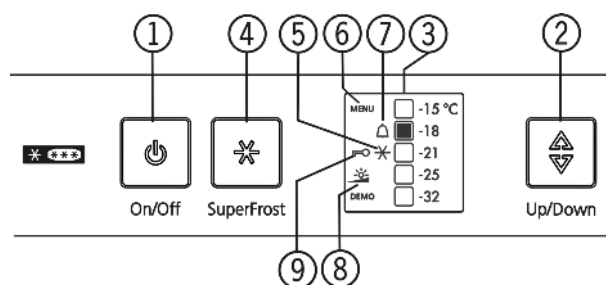

Fig. 3
- Symbol SuperForst Fig. 3 (5) bliká společně s ukazatelem teploty.